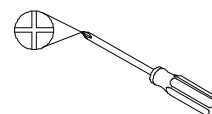

Fig.1
- (a) Coloque las cuatro ruedas en el panel inferior (B) usando (16) Tornillo de cabeza segmentada  $\frac{1}{4}$ "x15mm (AA).
Nota: (D) es una rueda giratoria, (E) es una rueda giratoria con freno, (C) son ruedas fijas. Observe la Fig.1.